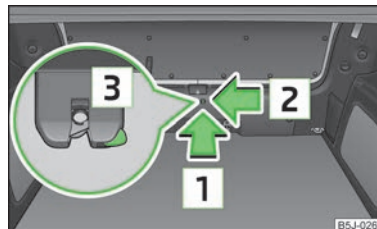

Fig. 18
- > Introduceți în orificiul din capitonaj o șurubelniță sau o altă unealtă asemănătoare, în sensul indicat de săgeată  » fig. 18, până la capăt.